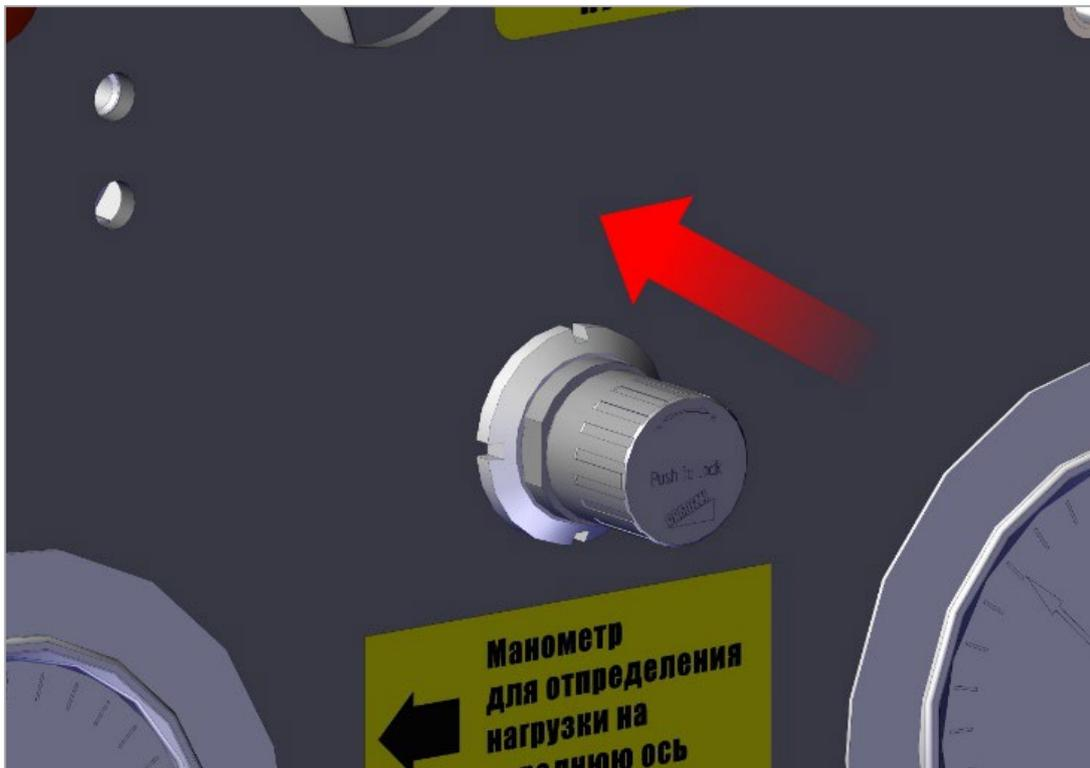

Рис. 40. Перевод рычага в исходное положение
4) Перевести рычаг регулятора давления в исходное положение, нажав на него (рис. 40).